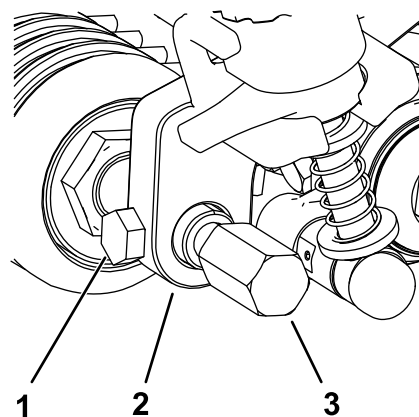

Рисунок 21
5. Вставьте и отцентрируйте вал переднего валика между кронштейнами высоты скашивания и закрепите его с помощью 2 крепежных винтов, снятых со старых кронштейнов высоты скашивания (Рисунок 21).
6. Установите защитные кожухи механической щетки с обеих сторон вала переднего валика (Рисунок 21).